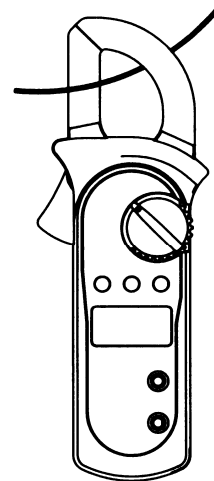

Рис. 9
G. Измерение переменного тока (рис.9)